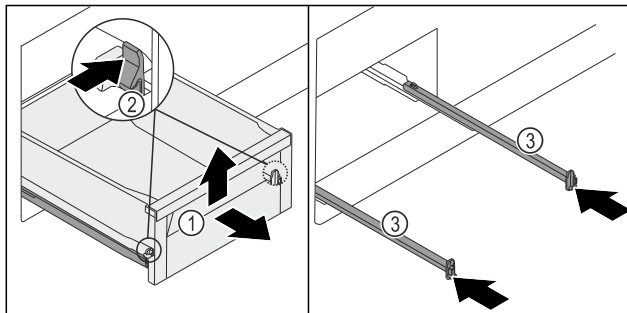

Fig. 123
- Izvucite ladicu Fig. 123 (1) do graničnika.
- Stezaljku Fig. 123 (2) lijevo i desno istovremeno pritisnite prema unutra.
- Ladica Fig. 123 (1) se odvaja od vodilica.
- Podignite ladicu Fig. 123 (1) sprijeda.
- Izvadite ladicu Fig. 123 (1) prema naprijed.
- Ugurajte vodilice Fig. 123 (3).